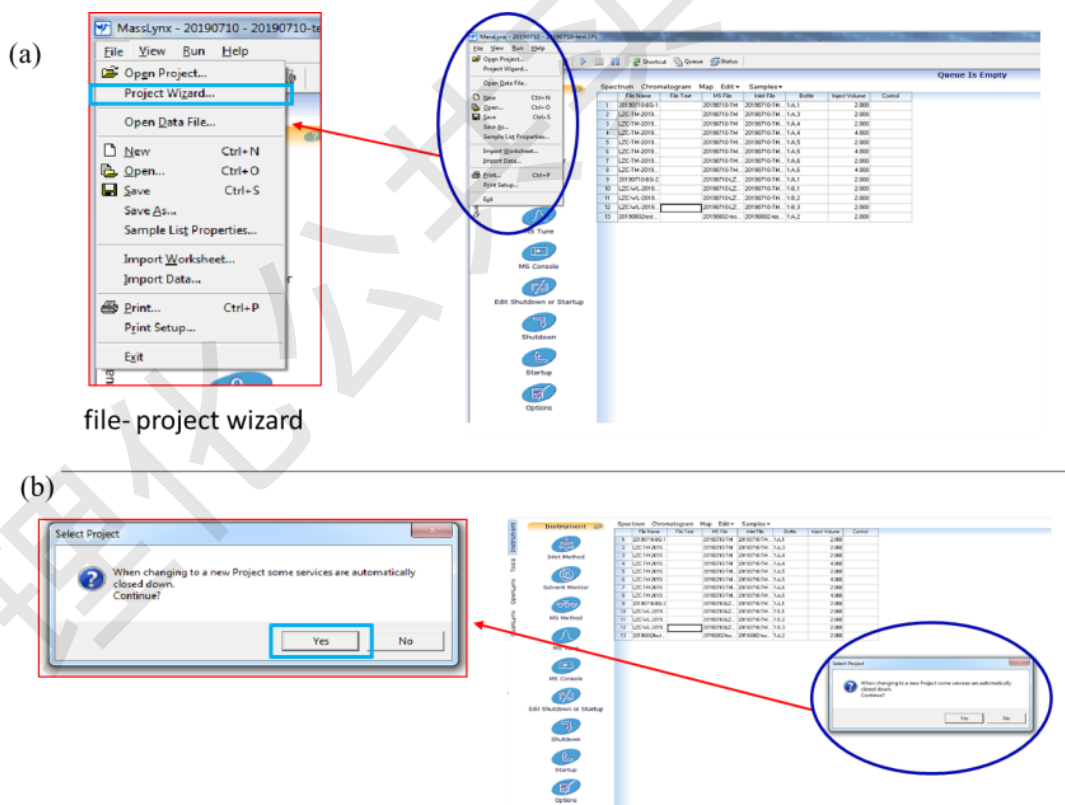
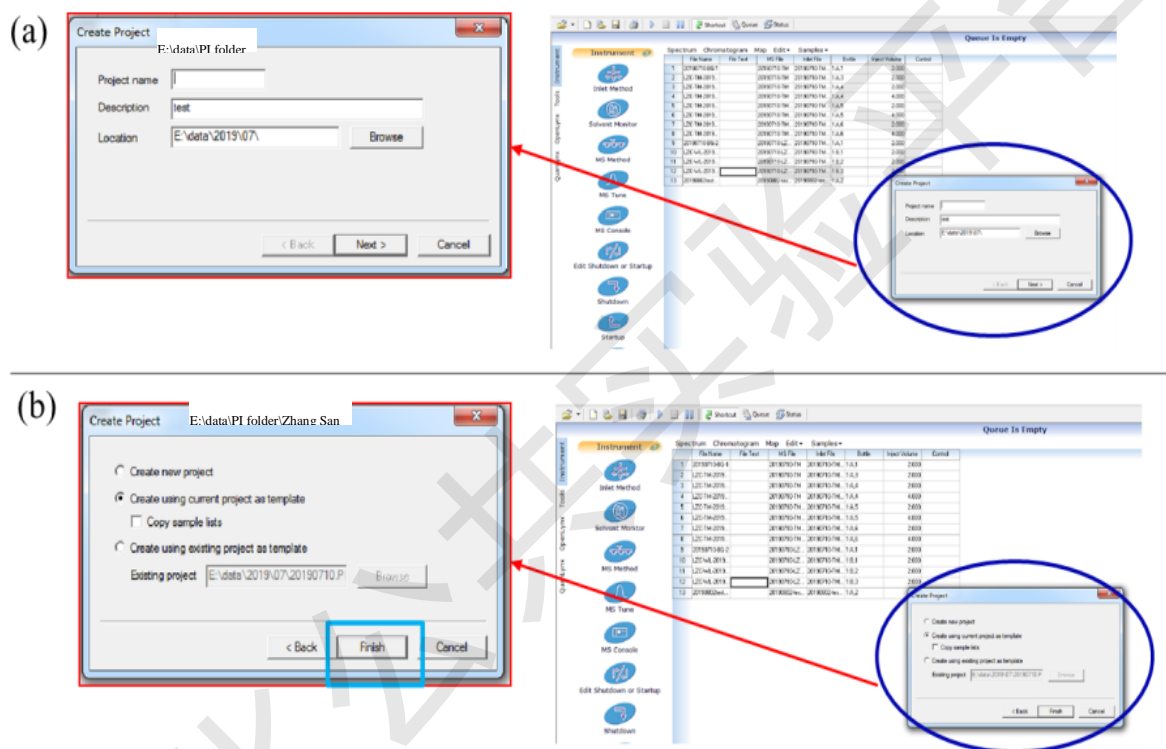
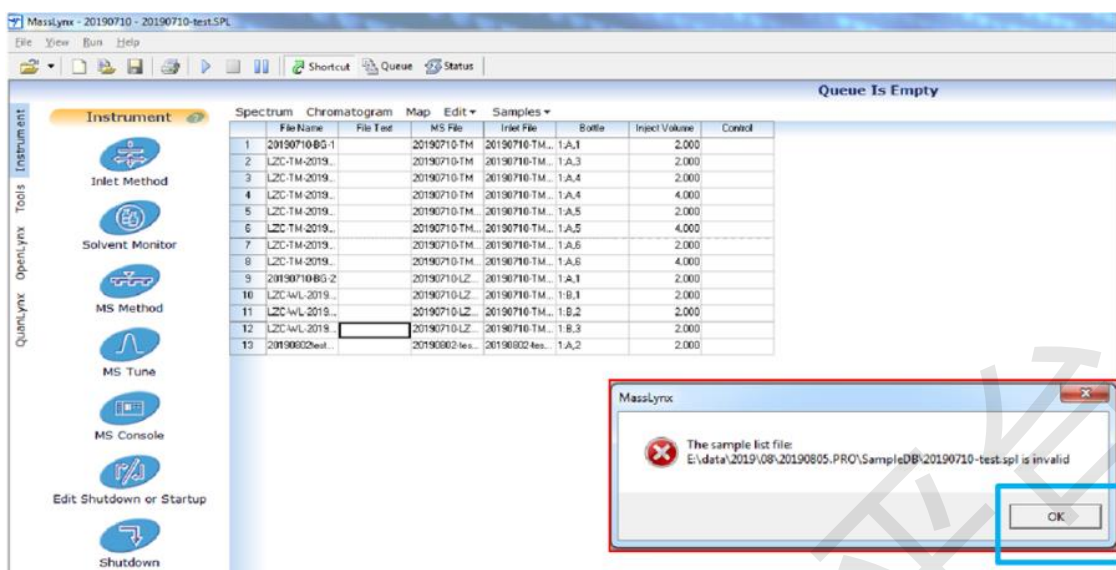

图 1.2 File - Project wizard 选项(a)及弹出对话框(b).
图 1.3 项目新建向导 (a)及弹出对话框(b)
图 1.4 序列名称无效提醒窗口显示
Step2: 点击 File - Project wizard(图 1.2(a), 蓝绿色方框), 弹出对话框(图 1.2(b)), 点击 Yes 进入项目新建向导(图 1.3(a)).
Step3: 项目新建向导。如图1.3, 通过Browse选择正确的项目路径(location), 输入项目名称(Project name), 点击Next, 弹出对话框(图1.3 (b)), 勾选**Create using current project as template**选项, 点击Finish, 弹出显示序列文件无效提醒窗口(图1.4), 点击OK进行确认。至此完成新建项目。